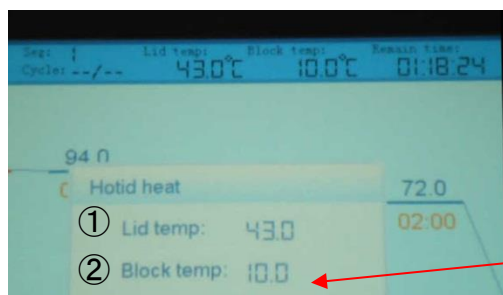

図5
ランがスタートすると、Hotlid温度(図5-①)が上昇するまでの間、ブロック温度は初期設定(System)のHotlidで設定された温度に維持されます。
例: 10°Cで設定した場合(図5-②)